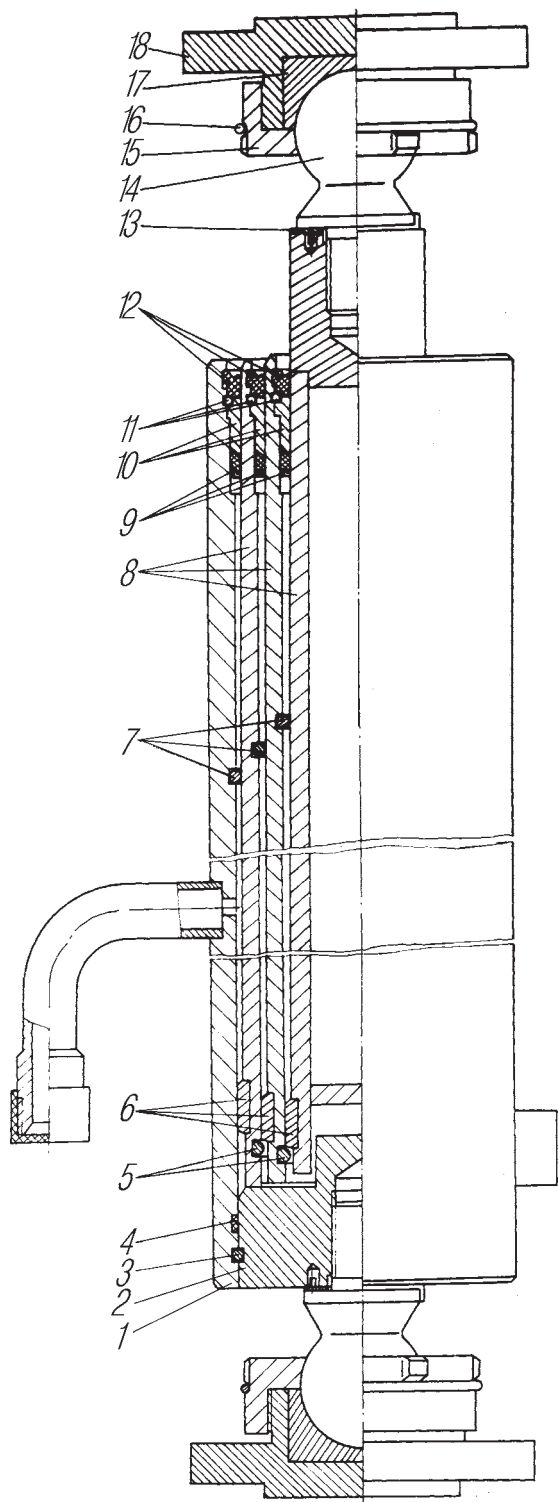

Рис. 118. Гидроцилиндр подъема платформы автомобиля Урал-55571-40:
**Гидроцилиндр подъема платформы автомобиля Урал-55571-40** — телескопический. В корпусе 1 (рис. 118) размещены плунжеры 8, ход которых ограничивается при движении вниз упорными кольцами 5 и 7.